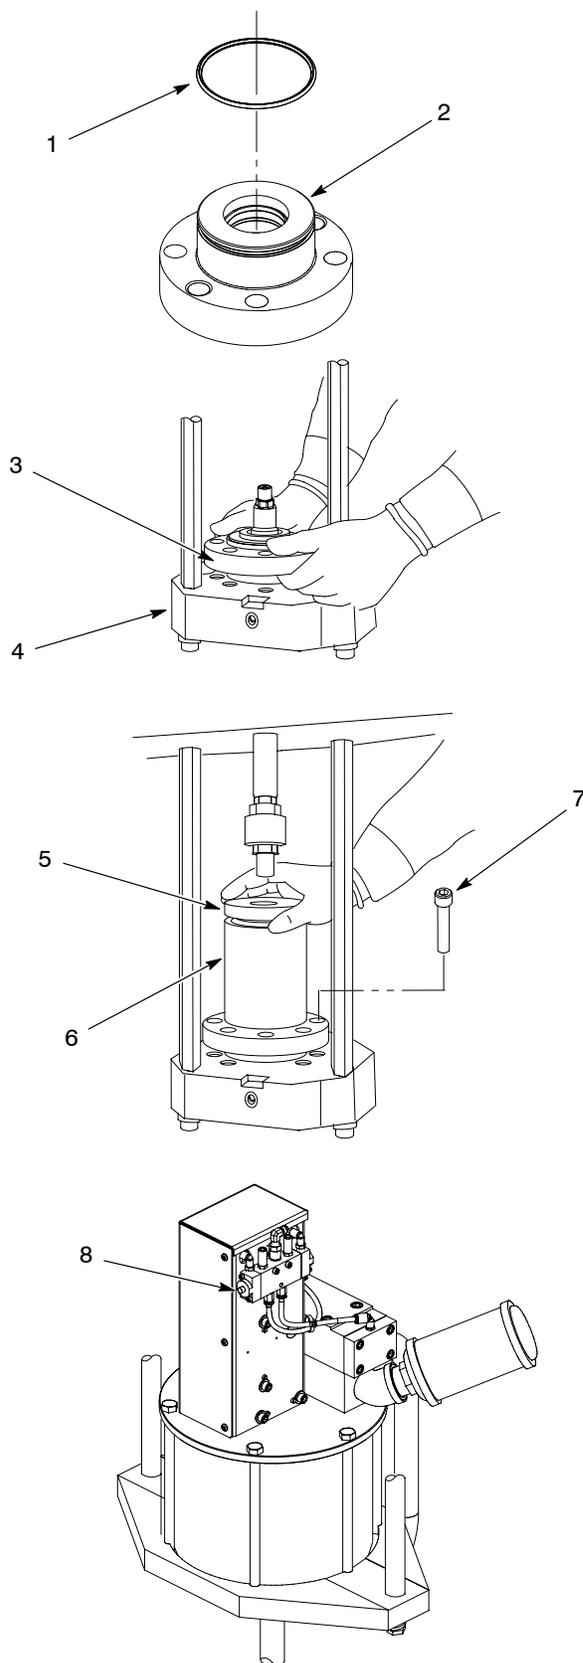

Abb.3 Dichtpackung installieren
OFF	<p>Hinweis: Bestimmte O-Ring-Gleitmittel können mit Ihrem Auftragsmaterial reagieren. Bitte wenden Sie sich an die Nordson Vertretung, um das richtige O-Ring-Gleitmittel zu ermitteln.</p> <ol style="list-style-type: none"> 1. Siehe Abbildung 3. Sicherstellen, dass der O-Ring (1) der Dichtpackung und die Bohrung (2) der Dichtpackung mit O-Ring-Gleitmittel eingefettet sind. 2. Dichtpackung (3) im Pumpengehäuse (4) installieren. 3. Den Spülkammerbecher (6) auf der Dichtpackung installieren. 4. Das Dichtpackungs-Einsteckwerkzeug (5) auf den Spülkammerbecher (6) setzen.